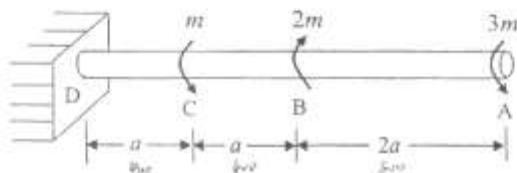

图 5
1. 图 5 所示一等直圆杆, 已知  $d=40\text{mm}$ ,  $a=400\text{mm}$ ,  $G=80\text{GPa}$ ,  $\phi_{\text{cr}}=1^\circ$ , 则杆中的最大剪应力为 (答案写在答题纸上); 截面 A 相对于截面 C 的扭转角为 (答案写在答题纸上)。